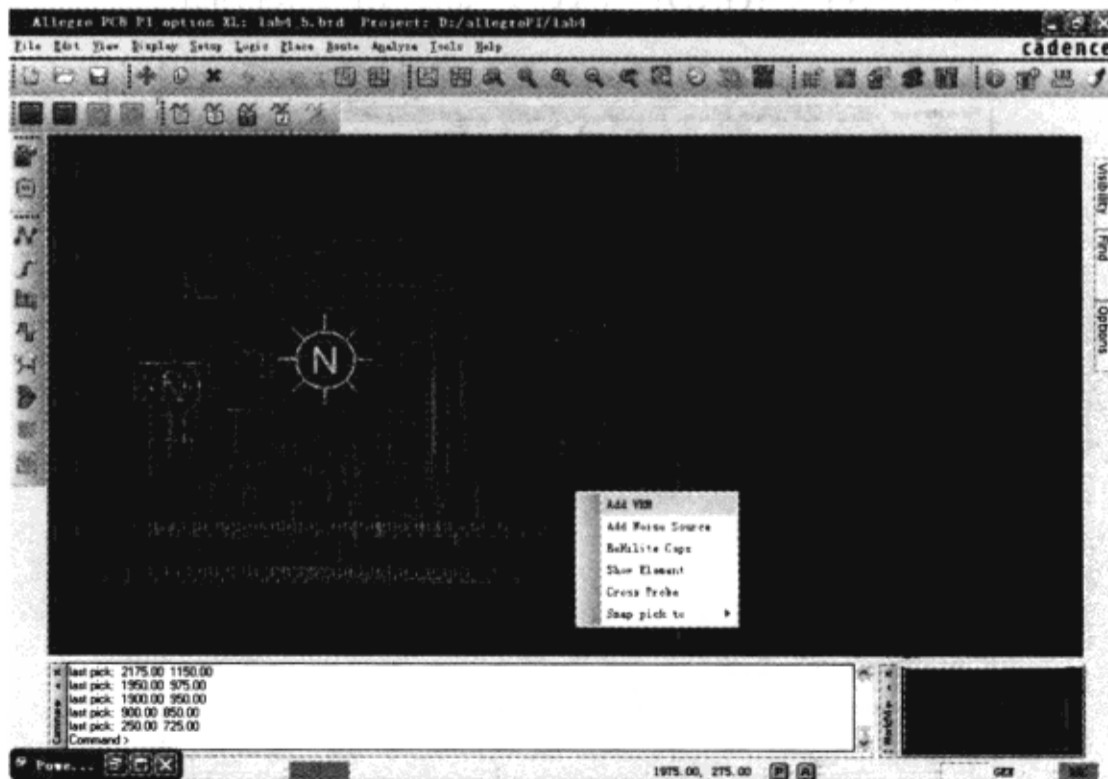

图 10-7-87 添加电压调节模块
(3) 在 Allegro PCB PI option XL 窗口中单击鼠标右键, 在弹出的菜单中选择“Add VRM”, 如图 10-7-87 所示。